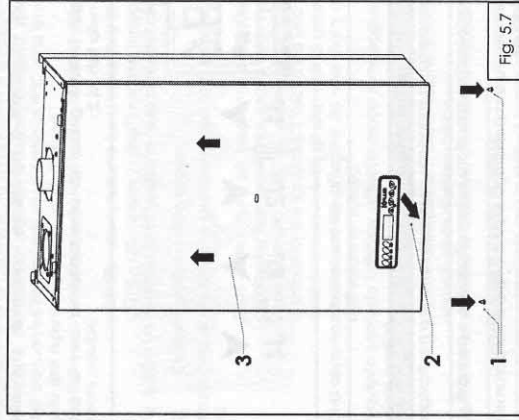
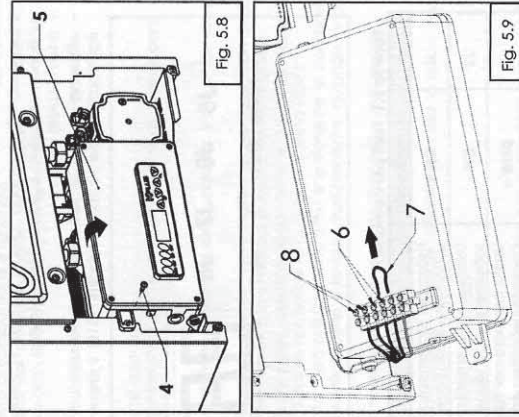

Fig. 5.7
Fig. 5.8
a) - si smonta il tappo frontale della caldaia (fig. 5.7) e si svitano i viti (1);
b) - tirate il tappo della caldaia dall'estremita inferiore 4-5cm in avanti (2);
c) - elevate il tappo (3) e lo togliete;
d) - si svita la vite di fissazione (4) della scatola elettronica e si piega la scatola elettronica (5) (fig. 5.8);